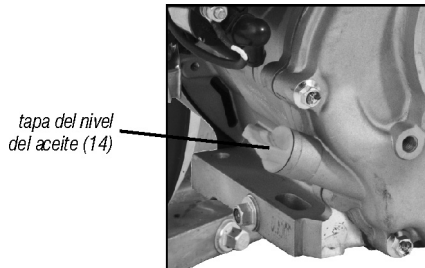

Fig. 2 - Tapa del nivel del aceite (varilla)
- 3 - Retire la tapa de aceite y con auxilio de un paño, limpie la varilla indicadora de nivel (fig. 2);